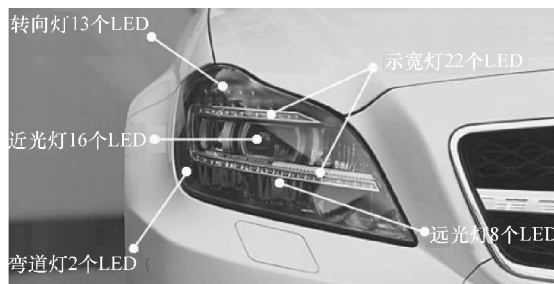

图 2-43 LED 车灯组成
(1) 定义 LED 是 Light Emitting Diode 的简称,含义为发光二极管,应用在汽车尾灯、高位制动灯、日间行车灯中。
(2) LED 车灯组成 以奔驰LED车灯为例,它主要由近光灯、远光灯、转向灯、示宽灯、弯道灯等组成,如图2-43所示。